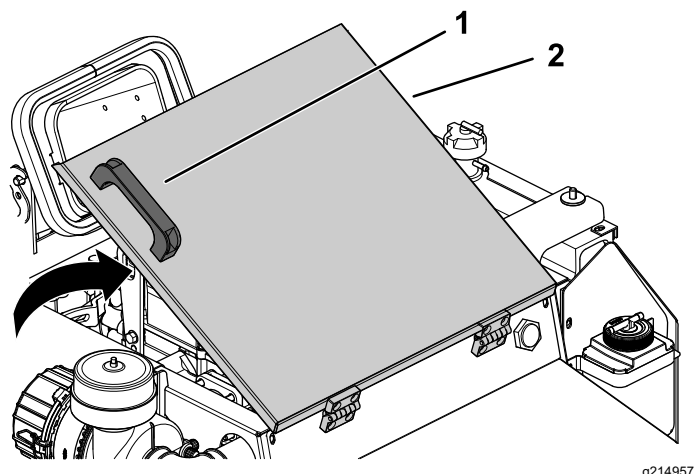

Figura 57
2. Folosind mânerul de pe capacul de acces la motor, ridicai capacul pentru a accesa motorul (Figura 57).